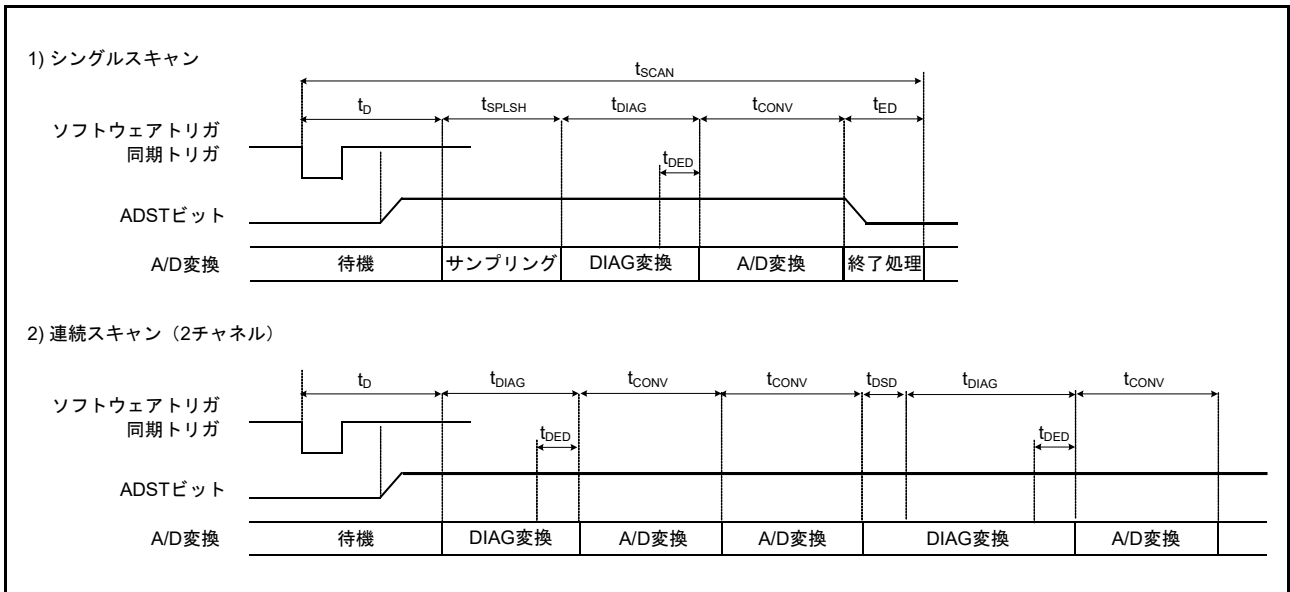
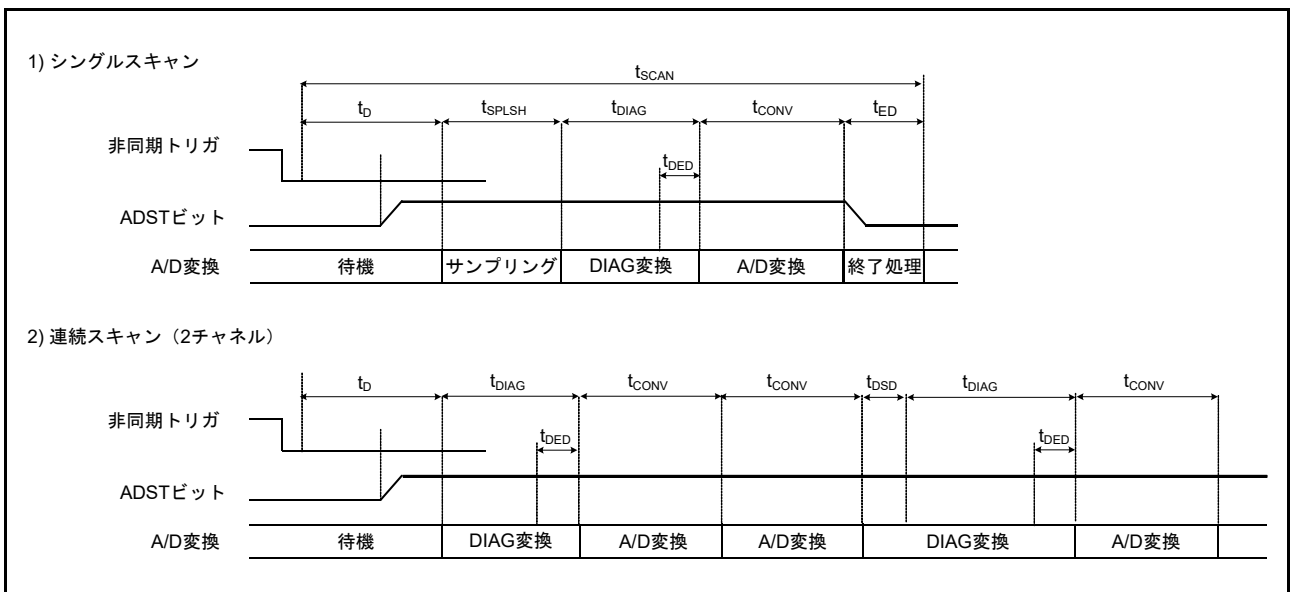

図 42.34 スキャン変換のタイミング (ソフトウェア起動または同期トリガ入力 (ELC) 起動の場合)
図 42.35 スキャン変換のタイミング (非同期トリガ入力 (ADTRG0) 起動の場合)
図 42.34 に、ソフトウェアトリガと同期トリガ (ELC) 起動によるスキャン変換を行う場合のタイミングを示します。また、図 42.35 に、非同期トリガ (ADTRGn) 起動によるスキャン変換を行う場合のタイミングを示します。スキャン変換時間 (t_{SCAN}) は、スキャン変換開始遅延 (t_D)、チャネル専用サンプル&ホールド回路処理時間 (t_{SPLSH}) (注 1)、断線検出アシスト処理時間 (t_{DIS}) (注 2)、自己診断変換時間 (t_{DIAG}) (注 3)、A/D 変換処理時間 (t_{CONV} および t_{DSD})、チャネル専用サンプル&ホールド回路終了処理時間 (t_{SHED}) (注 4)、スキャン変換終了遅延 (t_{ED}) を含めた時間となります。
- 注 1. t_D, t_{SPLSH}, t_{DIAG}, t_{CONV}, t_{ED} の各タイミングについては、図 42.34 および図 42.35 を参照してください。